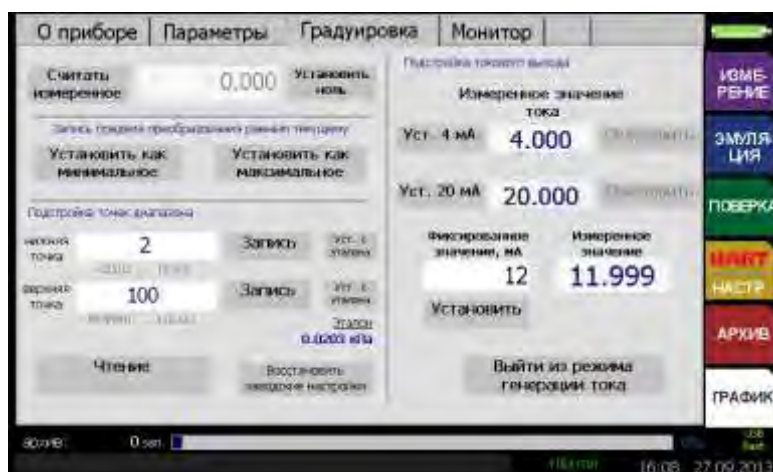

Рисунок 2.64
- проведения процедуры подстройки нижнего («нижняя точка») и верхнего («верхняя точка») предела измерений физической величины, нижнего («Уст. 4 мА») и верхнего («Уст 20 мА») значения токового выхода(см. рисунок 2.64).